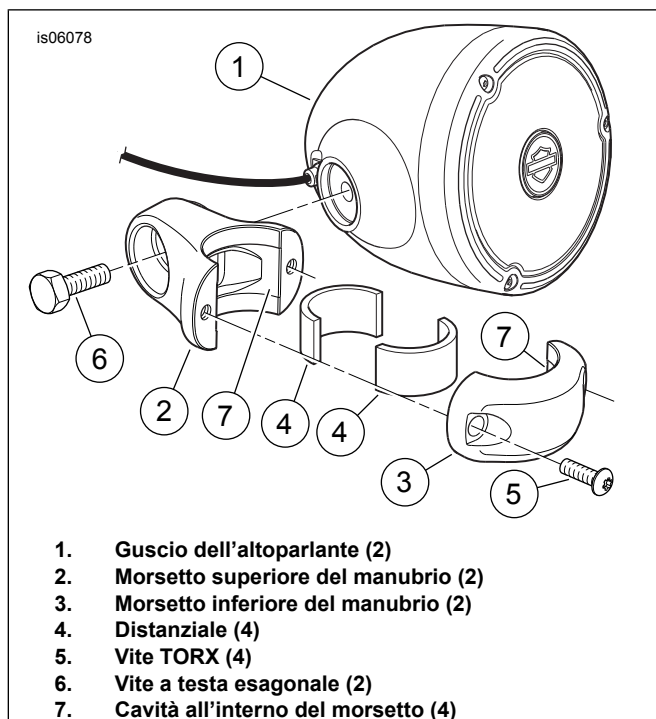

Figura 3. Installazione dell'altoparlante montato sul manubrio
1. Vedere Figura 3. Prendere dal kit i seguenti elementi:
- guscio dell'altoparlante (1)
- due morsetti superiori del manubrio (2)
- due morsetti inferiori del manubrio (3)
- quattro distanziali (4)
- quattro viti TORX da 1/4-20 x 19 mm (0.75 in) di lunghezza (5)
- quattro viti a testa esagonale da 3/8-16 x 19 mm (0.75 in) di lunghezza (6)